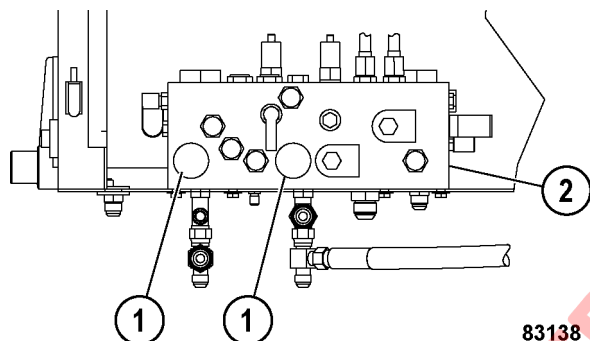

FIGURA 10-8. MÚLTIPLE DE FRENO
17. Asegúrese que estén abiertas ambas válvulas de purga del acumulador de freno (1, Figura 10-8).
28. Cierre ambas válvulas de purga del acumulador de freno (1, Figura 10-8).
31. Si los resultados del paso 30-b son satisfactorios, abra ambas válvulas de purga del acumulador de freno (1, Figura 10-8) en el múltiple de freno para despresurizar completamente los acumuladores de freno. Después de liberar toda la presión hidráulica, cierre ambas válvulas de purga del acumulador. Repita los pasos 29 - 31 cinco veces.